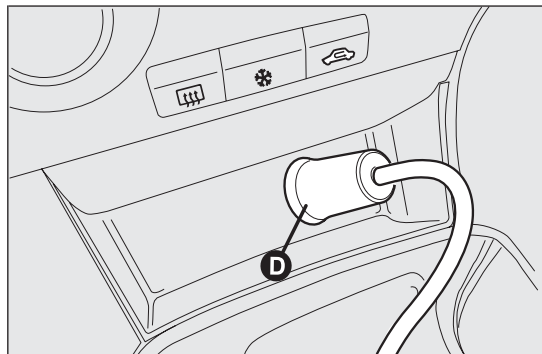
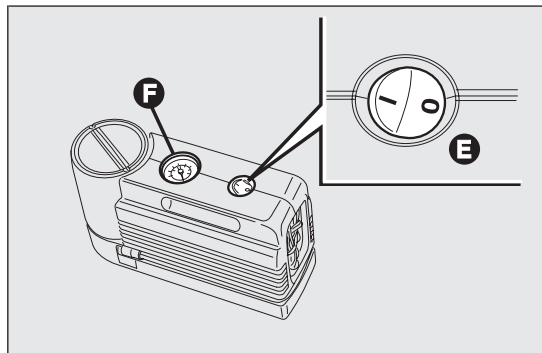

fig. 153
fig. 154
- ☐ assicurarsi che l'interruttore E fig. 154 del compressore sia in posizione 0 (spento), avviare il motore, inserire la spina D fig. 153 nella presa accendisigari e azionare il compressore portando l'interruttore E fig. 154 in posizione I (acceso). Gonfiare il pneumatico alla pressione prescritta nel parafraso "Pressioni di gonfiaggio a freddo" del
capitolo "Dati tecnici". Per ottenere una lettura più precisa, si consiglia di verificare il valore della pressione sul manometro F fig. 154 con il compressore spento;